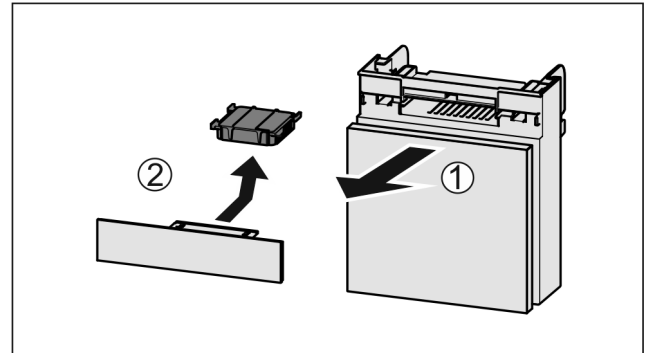

Fig. 57
- ▶ Вытянуть Fig. 57 (1) отделение движением вперед.
- ▶ Извлечение Fig. 57 (2) фильтра с активированным углем.